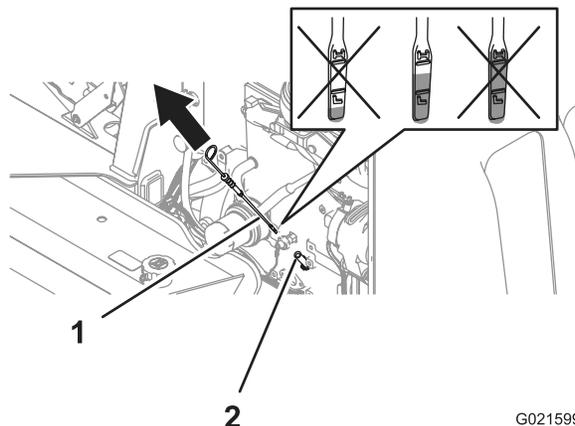

Figure 21
- Retirez la jauge (Figure 21) et essuyez-la sur un chiffon propre (Figure 21).
- Insérez la jauge au fond du tube, puis ressortez-la (Figure 21).